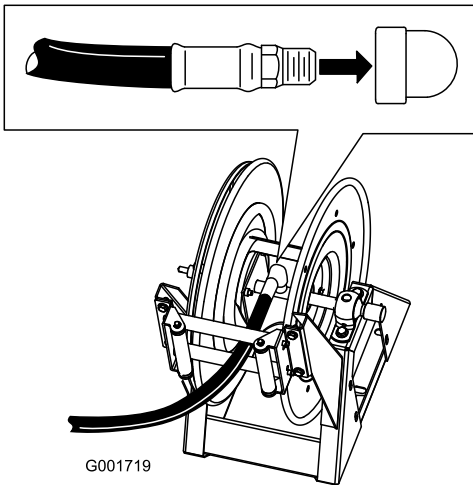

Figure 38
1. Enroulez du ruban Teflon® autour du filetage du raccord du long flexible et insérez le raccord dans le tube de raccordement sur le dévidoir (Figure 38).